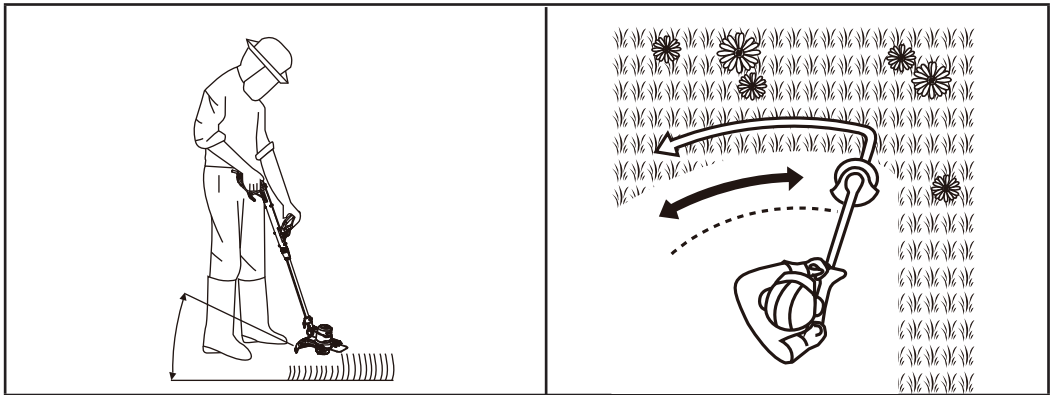

Fig. 7
- Asegúrese de que su postura es estable y sujete la máquina firmemente con ambas manos por la empuñadura superior (1) y la empuñadura auxiliar (4).
- Mantenga el cabezal de corte (17) justo por encima del terreno formando un ángulo de aproximadamente 30° (Fig. 7).
- Mueva la máquina con un movimiento de arco definido, lento y de izquierda a derecha antes de llevarlo de nuevo a la posición inicial para recortar la siguiente zona (Fig. 7).